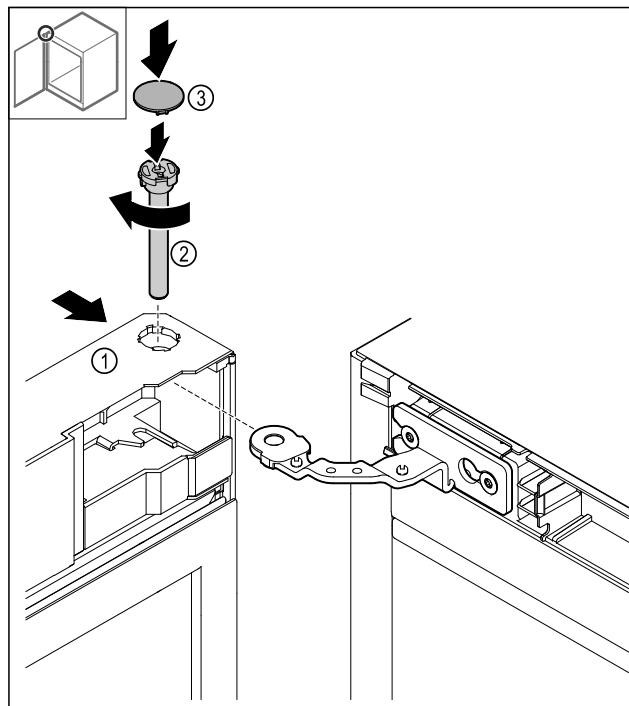

Fig. 48
- Nasunąć drzwi Fig. 48 (1) u góry na zawias.
- Włożyć sworzeń Fig. 48 (2) i dokręcić zgodnie z ruchem wskazówek zegara.
- Założyć osłonę Fig. 48 (4).